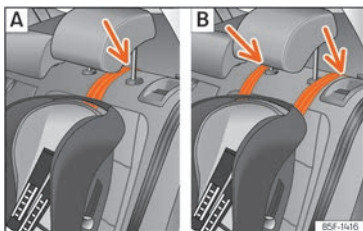

Abb. 41 Rückseite: Einstellung und Einbau unter Verwendung des Top Tether-Gurts.
- Führen Sie den Gurt unter der Kopfstütze durch (in Abhängigkeit der Gebrauchsanweisungen des Kindersitzes ggf. Kopfstütze anheben oder entfernen)  (Abb. 41).